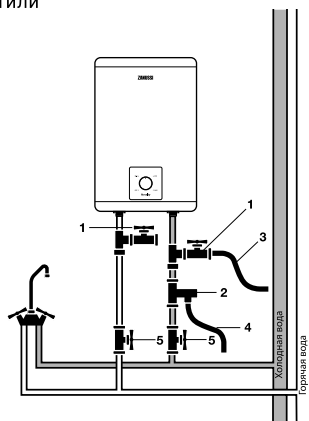

Рис. 5: Схема подключения к водопроводу моделей серии Novelty O
При подключении к системе водоснабжения необходимо предусмотреть и реализовать установку индивидуальных запорных вентилей (позиция 5 на рис. 5) на линии подачи холодной воды в водонагреватель и на линии выхода горячей. Индивидуальные запорные вентили по линии горячей и холодной воды, должны быть в закрытом состоянии в период неиспользования водонагревателя, в проведении профилактических и технологических работ на линии водоснабжения. Установка и правильное использование запорных вентилей является обязательным условием при предоставлении гарантийного обслуживания, а так же залогом длительной и безаварийной работы водонагревателя. Для упрощения процесса слива воды из водонагревателя рекомендуется на входе и выходе воды из водонагревателя установить тройники (позиция 1 на рис. 5 и 5а).
Во избежание протечек при подключении трубопровода на концы резьбовых соединений следует установить комплектные резиновые уплотнительные прокладки. Если необходимо реализовать систему водоснабжения на несколько водоразборных точек, используйте способ соединения (см. рис. 5 и 5 а).
Рис. 5а: Схема подключения к водопроводу моделей серии Novelty U
- Присоедините дренажный шланг (позиция 3 на рис. 5 и 5а) к запорному крану на тройнике на входе холодной воды в водонагреватель и направьте его в канализацию, либо в место слива воды. Откройте запорный кран и дождитесь полного слива воды.